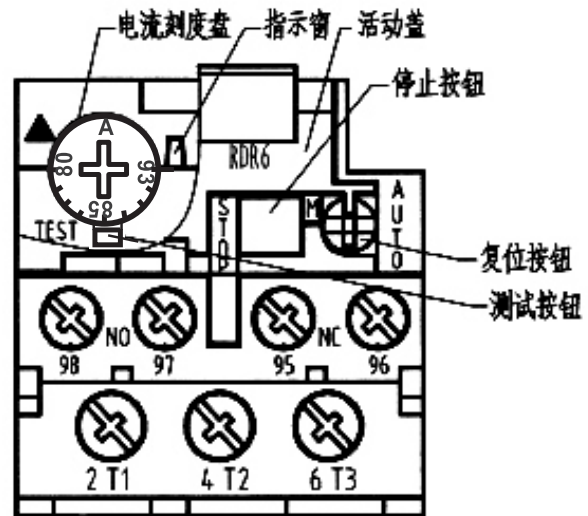

图10
6.1.2 动作测试:在主回路通电前进行。揭开活动盖,用螺丝刀按动测试按钮,NC触头会断开,NO触头会闭合、通过指示窗能观察到转换状态(黄色标志露出为动作状态,未露出为复位状态)。(见图10)
6.1.3 复位方式设定:在主回路通电前进行。热继电器出厂时处于自动复位方式,热继电器脱扣后,当 $I_e \leq 63\text{A}$ 时5分钟内自动复位,当 $I_e > 63\text{A}$ 时8分钟内自动复位;用户若需要选用手动复位方式,只需要按下复位按钮并逆时针旋转 $90^\circ$ 即可,当热继电器脱扣后,2分钟内按下蓝色复位按钮才能复位。(见图10)
流刻度盘定位，并在使用过程中作适当调整。(见图10)
(见图10)